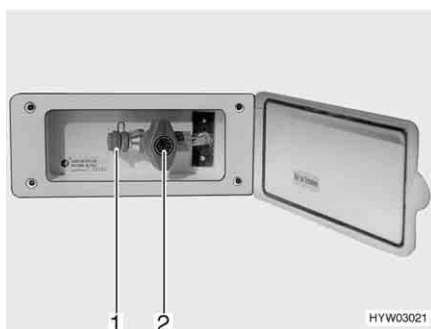

Fig. 112 Presa gas esterna, rubinetto di arresto del gas chiuso
La presa gas esterna si trova (Fig. 112) sul lato anteriore destro vicino al vano portabombole.
- Collegare l'apparecchio a gas esterno all'attacco (Fig. 112,1).
- Aprire il rubinetto di arresto del gas (Fig. 112,2).